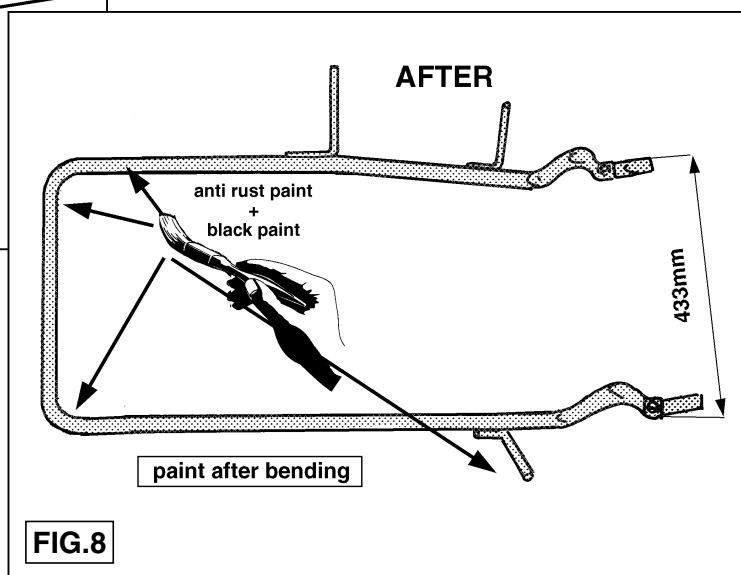

FIG.8
1. Verwijder het reservewiel alsmede de beide transportogen overeenkomstig fig.1 welke zich aan de linker- en rechterzijde op het chassis bevinden. Verwijder de reservewielklem afgebeeld in fig.2 en indien geplaatst, de veiligheidshouder overeenkomstig fig.3. De verwijderde bouten komen te vervallen. Verwijder de reservewiel-ophangbeugel. Maak de in fig.5 aangegeven zettingen overeenkomstig fig.5 t/m fig.8 ongedaan.
1. Gemäß Fig. 1 das Ersatzrad sowie die beiden Transportösen, die sich am linken und rechten Fahrgestell befinden, entfernen. Die in Fig. 2 abgebildete Ersatzradklemme und, wenn vorhanden, die Sicherheitshalterung gemäß Fig. 3 entfernen. Die abmontierten Schrauben werden nicht mehr benötigt. Den Ersatzrad-Aufhängungsbügel entfernen. Die in Fig. 5 angegebenen Einstellungen gemäß Fig. 5 bis Fig. 8 recht machen.